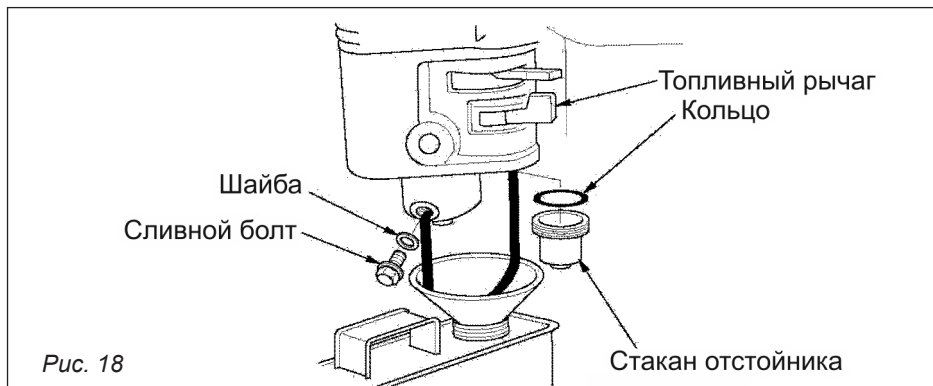

Рис. 18
#### 8.4. Очистка фильтра-отстойника карбюратора (рис. 18)
- Слейте топливо. Закройте топливный кран, снимите отстойник, слейте из него топливо, поместите специальную емкость под карбюратор и слейте в нее топливо, открыв топливный кран. Установите отстойник на место. Выверните сливной болт карбюратора и слейте из него топливо (см. рис. 18).